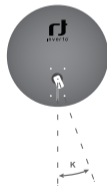

Fig. 3
3. Nachdem Sie die korrekte Position eines LNBs eingestellt haben, ziehen Sie die Schraube an, mit der die LNB-Klammer befestigt wird, so dass der eingesetzte LNB fixiert ist (Abb. 3).